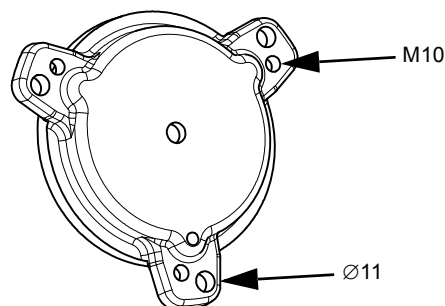

Рис. 15 Кронштейн верхнего подшипника
1. Выверните винты (183).
2. Тремя винтами M10x80 равномерно поднимите кронштейн через отверстия $\varnothing 11$. См. рис. 15.